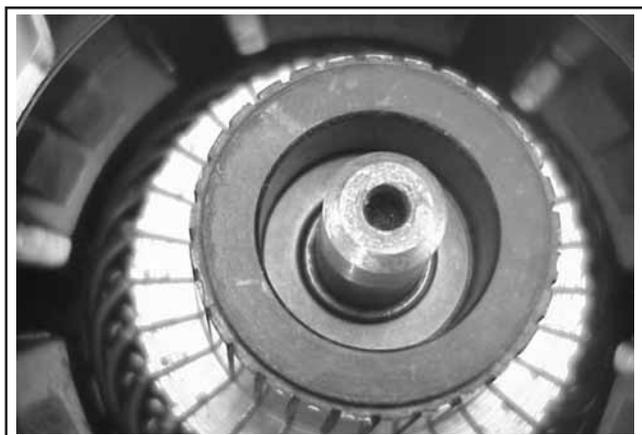

Figure 8-50. Installation de la rondelle de butée.
9. Installer la rondelle de butée plate dans l'extrémité du commutateur de l'arbre de l'armature. Voir la figure 8-50.